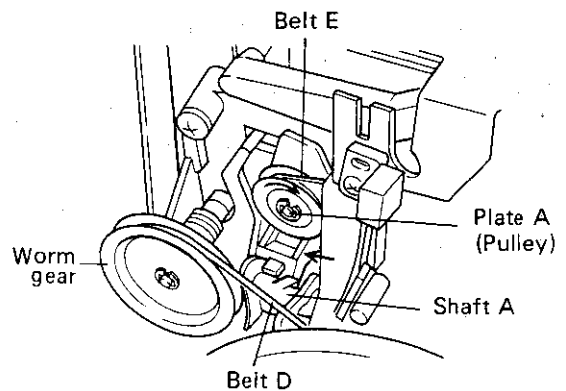

Fig. 8
8.2 AUTO-STOP OPERATION (Fig. 8 ~ Fig-11)